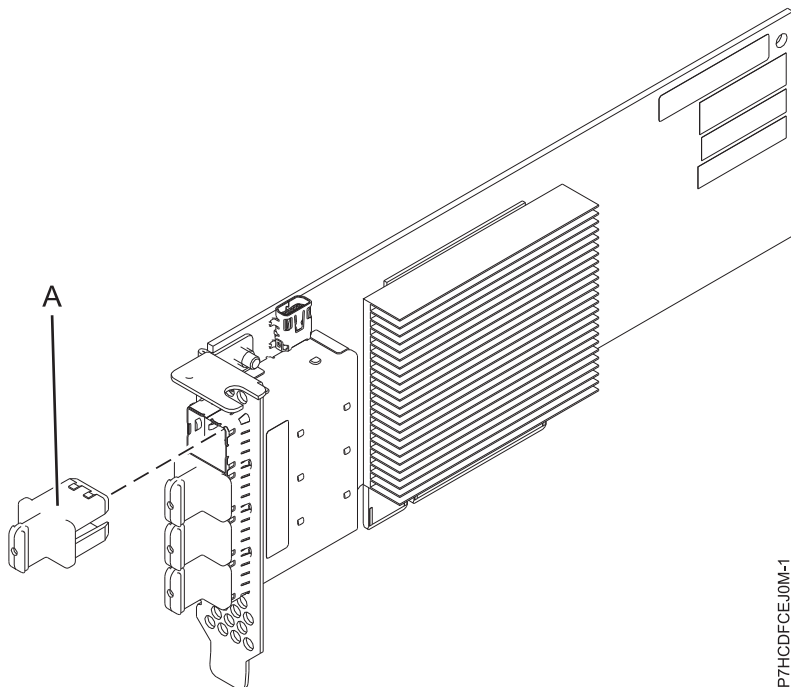

図 15. PCIe3 RAID SAS クワッド・ポート 6 Gb LP アダプター
を使用して SAS ハード・ディスク (HDD) およびソリッド・ステート・デバイス (SSD) の接続をサポートします。アダプターは、書き込みキャッシュを備えていません。 52 ページの図 15 は、PCIe3 RAID SAS クワッド・ポート 6 Gb LP アダプターを示しています。
52 ページの図 15 はアダプターを示しています。コネクタ・プラグ (A) は、空白ポートに取り付けて、隣接したポート・コネクタのケーブルが差し込まれたり取り外されたりした場合のそのポートの損傷を防ぎます。